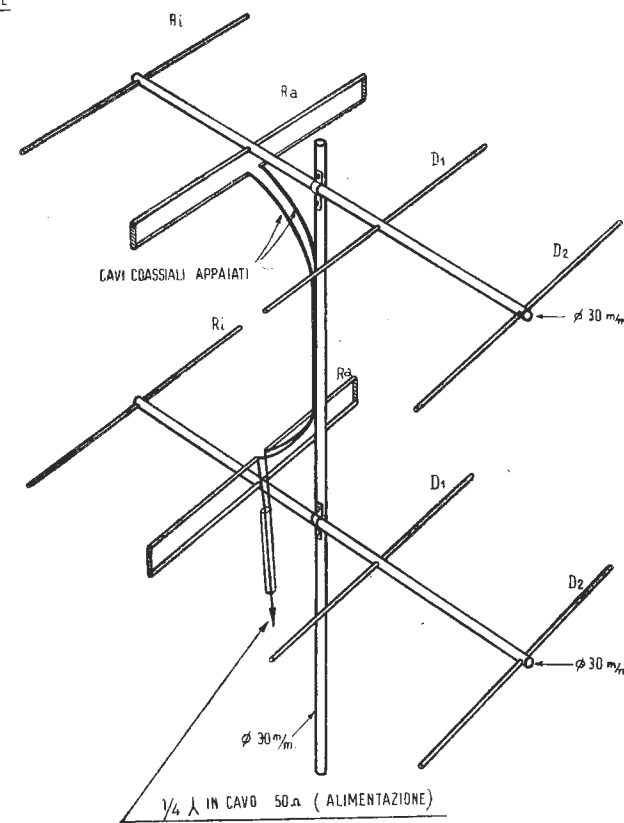

Fig. 3. - Le due antenne sovrapposte e collegate in parallelo, come dal particolare della figura 2.
j) Le linee di attacco per la messa in parallelo delle due antenne (fig. 3) sono costituite da due spezzoni di cavo da 52 ohm collegati in parallelo. Le calze sono collegate alle masse dei supporti metallici; gli interni sono saldati ai dipoli.